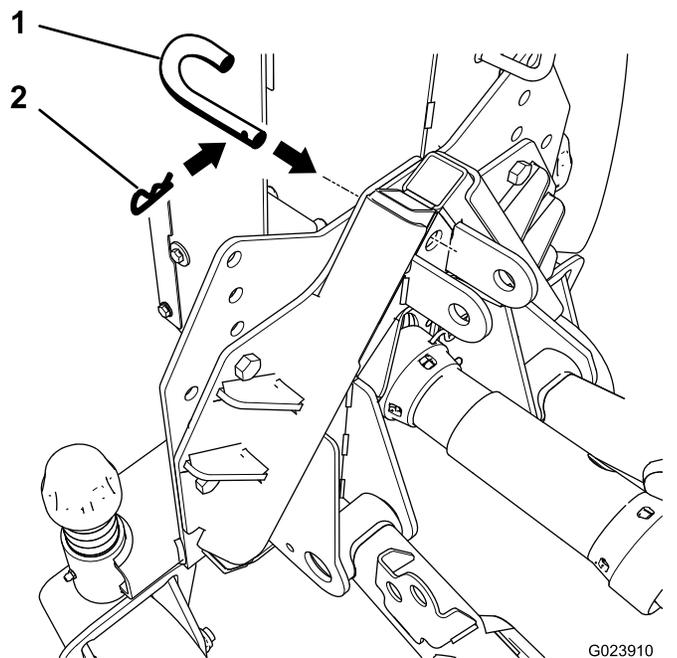

図 12
4. アダプタにロッキングピンを通して、ヘアピンコッターで固定する図 12。